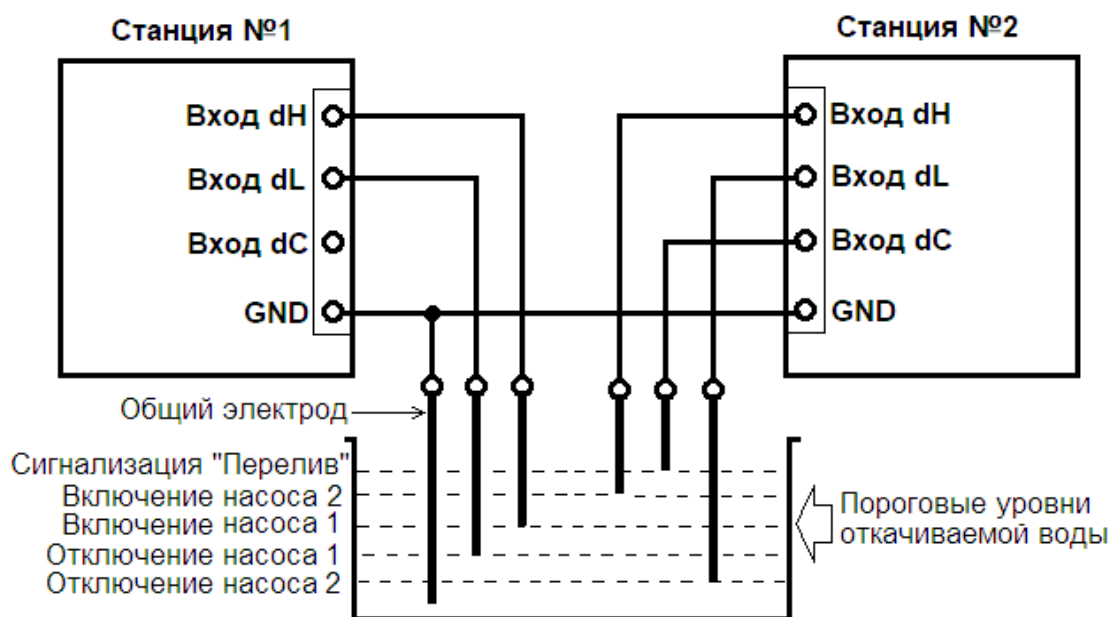

Рис.21
**Метод 2:** используется при дренаже, необходимы несколько датчиков уровня, установленных на разной высоте (рис.21).